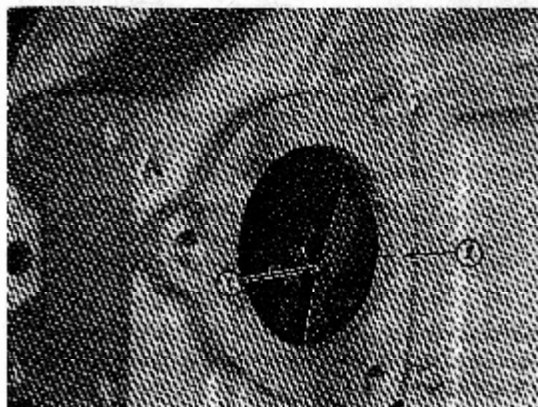

Рис. 2-60. (K21918). Метки для регулировки клапана на правой стороне маховика и кожухе – КТ/КТА38.
2. Если застопорить двигатель справа от маховика, нужно совместить метку VS на кожухе «А» (1, Рис. 2-60) с риской 2, видимой в отверстие «А» на кожухе маховика.